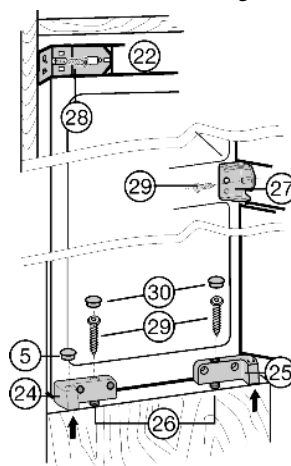

Fig. 15
- ▶ Fije el aparato por la parte superior: Presione el aparato para acercarlo a la pared del mueble y atornillelo con el tornillo para tablero de partículas Fig. 15 (28) a través de la brida en U Fig. 15 (22).
- ▶ Fije el aparato en el centro: utilizando el tornillo de sujeción Fig. 15 (27) con el tornillo para tablero de partículas Fig. 15 (29).
- ▶ Fije el aparato por la parte inferior: con tornillos para tablero de partículas Fig. 15 (29) mediante los tornillos reguladores Fig. 15 (26) del soporte de cojinete Fig. 15 (24) y el soporte de cojinete Fig. 15 (25).